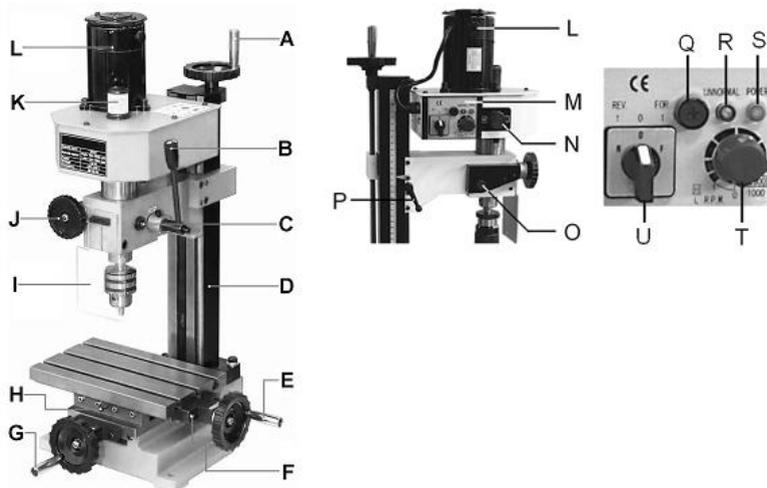

Рис. 1. Общий вид фрезерно-сверлильного станка MXD 010/150-1
Общий вид фрезерно-сверлильного станка и его устройство показан на Рис.1.
(**Рис.1, поз. U**) находится в положении ВЫКЛ. (OFF) прежде, чем Вы будете подключать станок к электросети.
3.6.2. Лампа индикации напряжения (**Рис.1, поз. S**) светится при включении в сеть.
3.6.3. Используйте переключатель Rev/OFF/Fwd (реверс/выкл/вперед) (**Рис.1, поз. U**), чтобы включать и останавливать станок.
3.6.4. Частота вращения шпинделя может быть отрегулирована регулятором частоты вращения (**Рис.1, поз. T**).
- поворачивая регулятор (**Рис.1, поз. T**) против часовой стрелки;